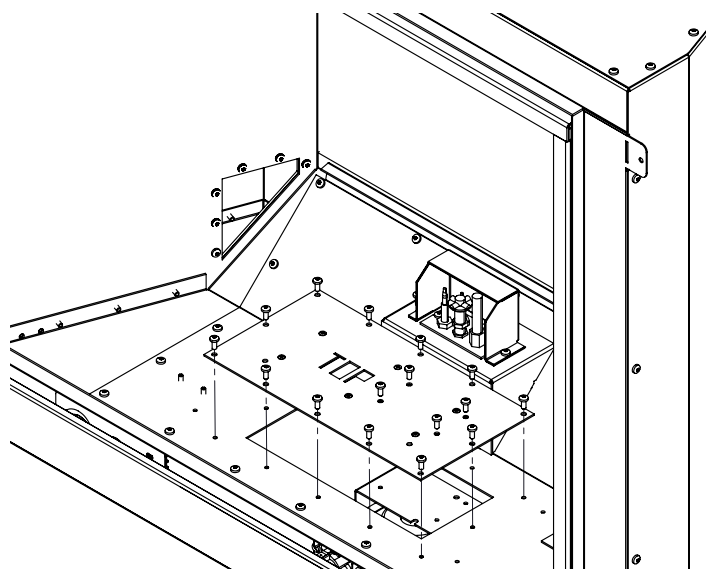

Figure 21. Retrait de la porte d'accès
Étape 2: Retirer la Haute détournement d'air en enlevant (2) T-20 boulons. Retirez la Basse détournement d'air.
Étape 3: Retirer le droit et le brûleur gauche est en enlevant (4) T-20 boulons.
Étape 4: Retirer les (16) T-20 vis de fixation de la porte d'accès, comme illustré sur la figure 21.
12. Rallumez le pilote et confirmer la flamme couvre correctement le détecteur de flamme (voir figure 21). Si le pilote nécessiter un réglage, tourner la vis de réglage (figure 62, à la page 45) dans le sens horaire pour diminuer ou vers la gauche pour augmenter jusqu'à ce que la bonne flamme est atteint.